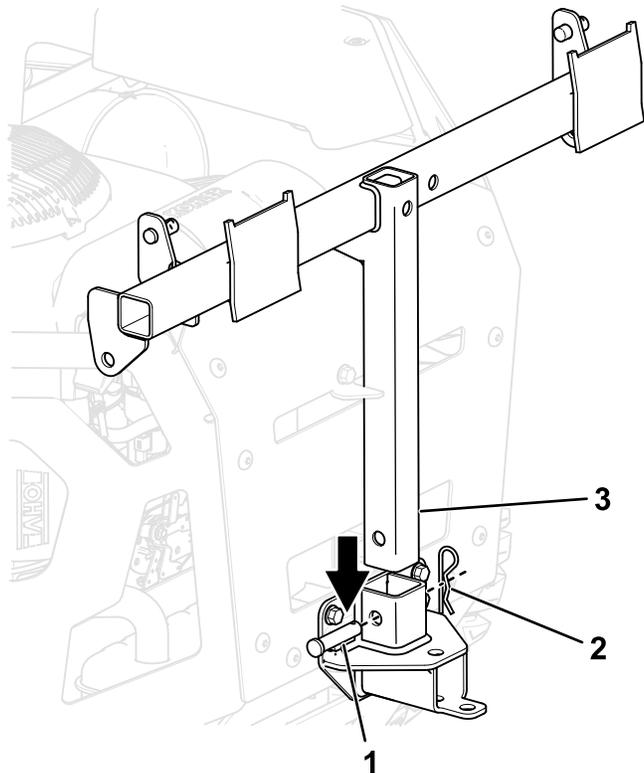

Figura 15
4. Instale a estrutura do depósito de recolha no suporte de montagem do depósito de recolha utilizando o passador de forquilha longo e um perno de gancho (Figura 15).